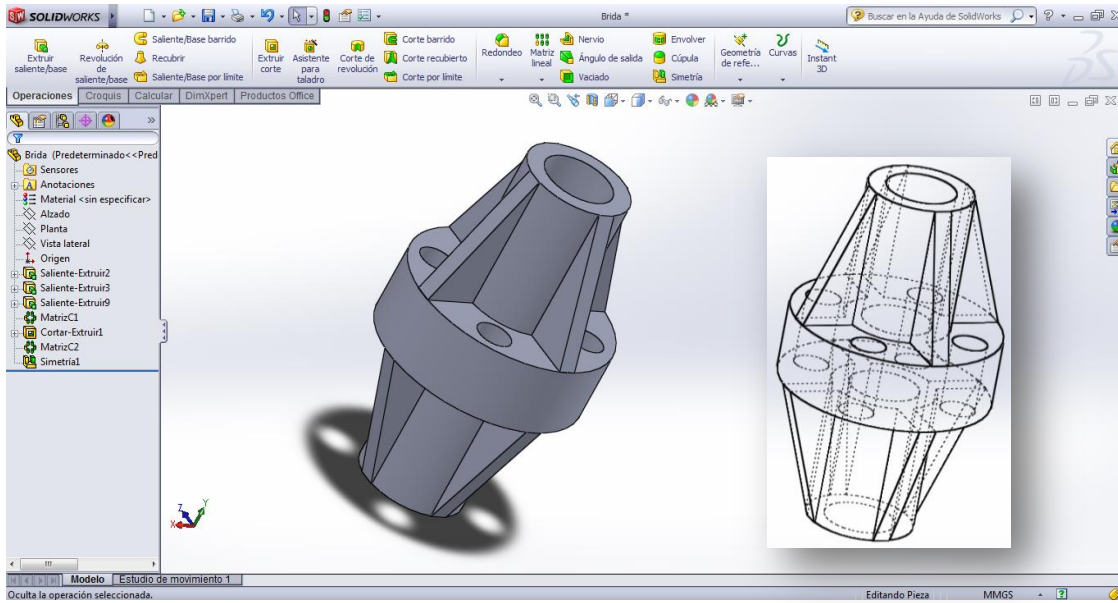

Figura 33. Brida de unión, hecha con operaciones de matrices y simetría.
i) Complete la operación y obtendrá la simetría de la pieza, como se observa en la Figura 33.